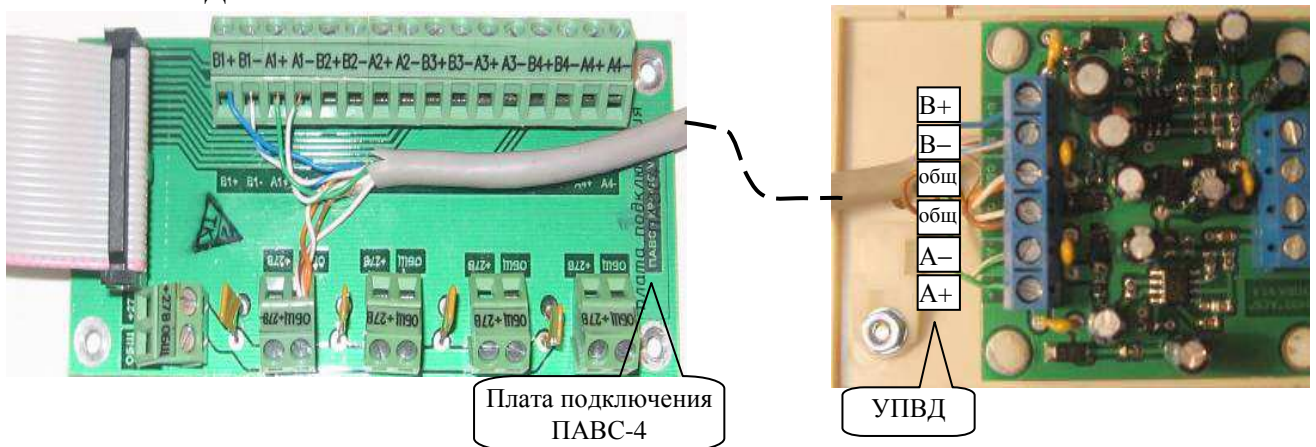

Рисунок 9.25 Подключение УПВД к СЛЗ
- **Подсоединение УПВД к линии связи** производить к клеммам «В+, В-, А+, А-, ОБЩ» в соответствии с рис. 9.25. Подсоединенные провода зафиксируйте стяжкой.
Подсоедините провода из одной пары кабеля к клеммам «В-, В+», а провода другой пары к клеммам «А+, А-» (рис.9.25). Расцветка проводов, подключаемых к клеммам платы подключения должна соответствовать одноимённым цепям, подсоединенным в УПВД.
- **Подсоединение линии связи к плате подключения ПАВС-4.** Произведите ввод кабеля линии связи в кросс СЛЗ через нижнее или верхнее отверстие корпуса СЛЗ. Подведите кабель связи к плате подключения ПАВС-4, располагая кабель таким образом, чтобы после монтажа кабель можно было закрепить стяжкой и уложить в короба. Подсоедините провода из одной пары кабеля к клеммам «В-, В+», а провода другой пары - к клеммам «А+, А-» (рис.9.25), провода третьей пары подсоедините к клеммам «+27В, ОБЩ»). Расцветка проводов, подключаемых к клеммам платы подключения должна соответствовать одноимённым цепям, подсоединённым в ВКА.